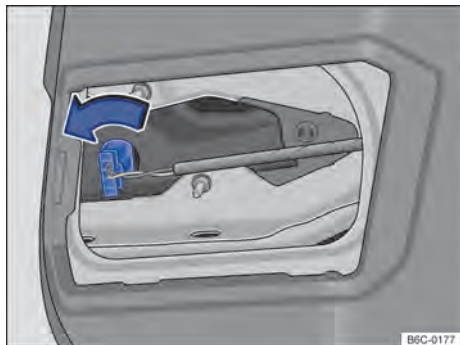

Fig. 189 Na tampa traseira: desinstalar o suporte da lâmpada.
- 4 Girar o suporte da lâmpada → Fig. 189 até o batente no sentido anti-horário e desengatar do alojamento.